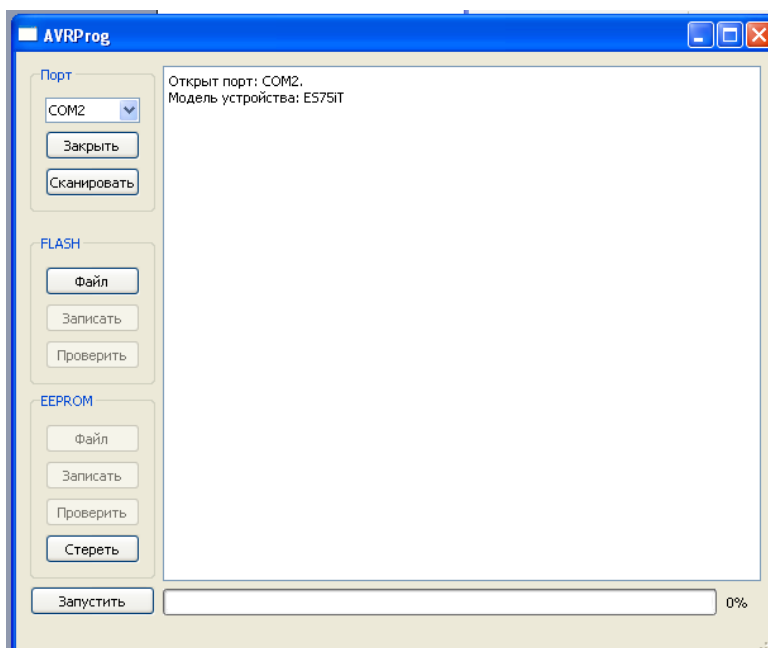

Рис.3
3. Подключите модем (без сим-лотка) к компьютеру. Подайте питание на модем. Модем должен перейти в режим программирования. Мигание светодиодного индикатора (зеленый) - 250 мс вкл/250 мс выкл. Нажмите кнопку “Открыть” (не позже 10 сек с момента включения модема). При этом должна отобразиться модель устройства (рис.3).